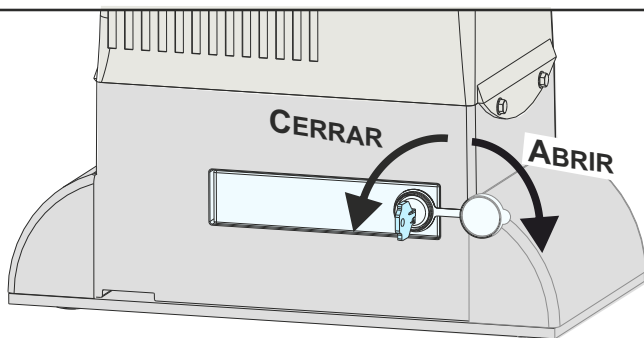

Fig. 32
- Abir el cubre cerradura, insertar la llave y rotarla en sentido horario de 90° (Fig. 32)